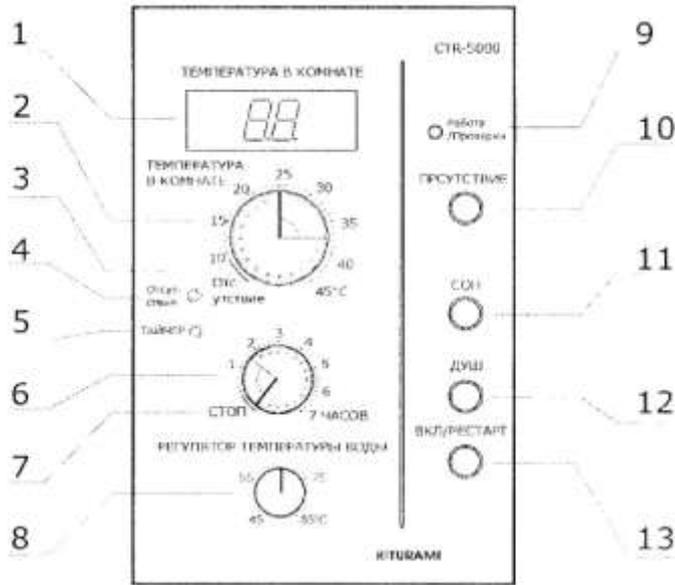

Рис.12
- регулятор «ТЕМПЕРАТУРА В КОМНАТЕ» (Рис.12 поз.2);
- отметка на шкале регулятора «ТЕМПЕРАТУРА В КОМНАТЕ» - «ОТСУТСТВИЕ» (Рис.12 поз.3);
- регулятор «ТАЙМЕР» (Рис.12 поз.6);
- отметка на шкале регулятора «ТАЙМЕР» - «СТОП» (Рис.12 поз.7);
- регулятор «ТЕМПЕРАТУРА ВОДЫ» (Рис.12 поз.8);
- кнопка «ПРИСУТСТВИЕ» (Рис.12 поз.10);
- кнопка «СОН» (Рис.12 поз.11);
- кнопка «ДУШ» (Рис.12 поз.12);
- кнопка «ВКЛ/РЕСТАРТ» (Рис.12 поз.13).
- дисплей (Рис.12 поз.1);
- светодиод «ОТСУТСТВИЕ» (Рис.12 поз.4);
- светодиод «ТАЙМЕР» (Рис.12 поз.5);
- светодиод «РАБОТА/ПРОВЕРКА» (Рис.12 поз.9);
- подсветка кнопки «ПРИСУТСТВИЕ» (Рис.12 поз.10);
- подсветка кнопки «СОН» (Рис.12 поз.11);
- подсветка кнопки «ДУШ» (Рис.12 поз.2).
Кнопка "ВКЛ/РЕСТАРТ" (Рис.12 поз.13) предназначена для включения (выключения) котла.
При первом включении котла автоматически устанавливается режим «ПРИСУТСТВИЕ». Кнопка «ВКЛ/РЕСТАРТ» (Рис. 12; поз.1) работает в двух режимах:
Светодиод «РАБОТА/ПРОВЕРКА» (Рис. 12; поз.9).
Регулятор «ТЕМПЕРАТУРА В КОМНАТЕ» (Рис. 12; поз.2). Элемент прибора, предназначен для установки температуры отопляемого помещения, или для включения функции «ОТСУТСТВИЕ» (Рис. 12; поз.3). Установка температуры выполняется по шкале от 10°C до 45°C с шагом, 1,0°C.
Регулятор «ТАЙМЕР». (Рис. 12; поз.6).
Штатная установка этого регулятора напротив отметки «СТОП». (Рис. 12; поз.7), в этом случае функция отключает «ТАЙМЕР».
Регулятор «ТЕМПЕРАТУРА ВОДЫ». (Рис. 12; поз.8). Регулятор предназначен для предварительной установки температуры теплоносителя в котле. Установка осуществляется по шкале от 45°C до 85°C, с шагом, 2,0°C. Регулятор обслуживает функции «ПРИСУТСТВИЕ», «СОН» и «ТАЙМЕР».
- регулятором «Температура воды» (Рис. 12; поз.8);
- регулятором "ТАЙМЕР" (Рис. 12; поз.6);